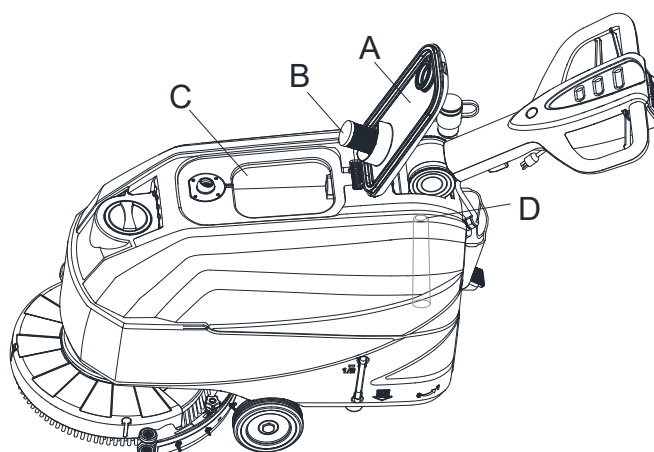

Figure 9
Un système automatique de fermeture à flotteur (B, Figure 9) bloque le système d'aspiration lorsque le réservoir d'eau de récupération (C) est plein. La désactivation du système d'aspiration est indiquée par une augmentation soudaine de la fréquence du bruit du moteur du système d'aspiration, le sol aussi ne sera pas sec.
Si le système d'aspiration s'éteint accidentellement (par exemple, lorsque le flotteur est activé en raison d'un mouvement soudain de la machine), pour reprendre l'opération : mettez hors tension la machine et le système d'aspiration en appuyant sur l'interrupteur (39 et 41), puis ouvrez le capot (A, Figure 9) et vérifiez que le flotteur à l'intérieur de la grille (B) est descendu jusqu'au niveau d'eau. Fermez ensuite le capot (A) et appuyez sur l'interrupteur d'alimentation (39 et 41) pour remettre l'alimentation principale et le système d'aspiration sous tension.
Lorsque le réservoir d'eau de récupération (C, Figure 9) est plein, le vider selon la procédure suivante.
4. Videz le réservoir d'eau de récupération à l'aide du flexible (F, Figure 7). Ensuite, rincez le réservoir de récupération (C, Figure 9) à l'eau claire.
5. Retirez le couvercle du réservoir de récupération (A, Figure 9) et nettoyez l'intérieur du couvercle et la grille du flotteur du filtre (B) à l'eau propre.
6. Vérifiez si le réservoir de récupération (D, Figure 9) présente un corps étranger et nettoyez-le.